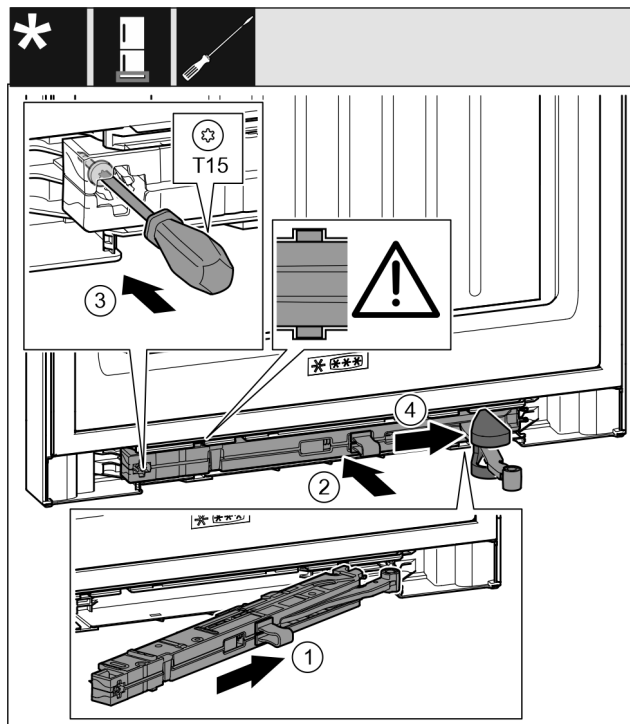

Fig. 42
- Jednotku tlumiče zavírání Fig. 42 (1) na straně stojanu ložiska zasuněte až na doraz šikmo do vybrání.
- Jednotku tlumiče zavírání Fig. 42 (2) zcela zasuněte do výklenku.
- Šroubovákem šroub Fig. 42 (3) pevně utáhněte.
- Posuňte kryt Fig. 42 (4) přes kloub.